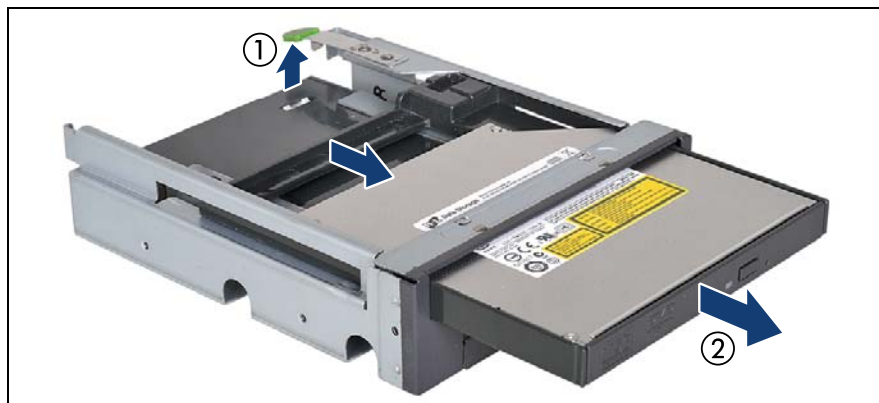

図 224: 薄型 ODD のマルチベイボックスからの取り外し
- ▶ ロックレバーを押し上げて、薄型 ODD ダミーモジュールを外します（図 224 を参照）。